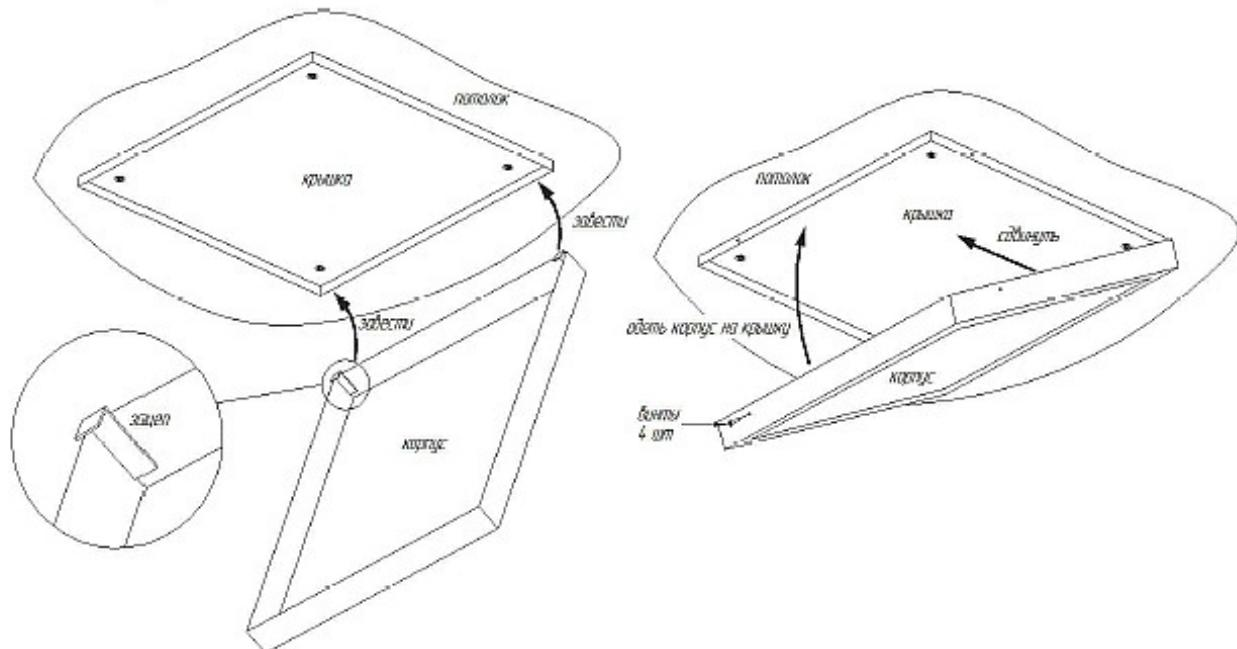

Рис.3
3. Завести зацепы корпуса в щель между потолком и крышкой, сдвинуть корпус до касания с крышкой и одеть его на крышку. Закрепить корпус к крышке винтами по периметру светильника (см. Рис.3).